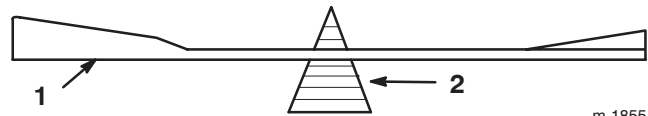

Figure 34
2. Vérifiez l'équilibre de chaque lame en la plaçant sur un équilibreur (Fig. 34). Si la lame reste horizontale, elle est équilibrée et peut être utilisée. Si la lame est déséquilibrée, limez un peu le dos de la lame. Répétez la procédure jusqu'à ce que toutes les lames soient équilibrées.